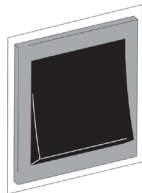

Abb. 6
5. Den Ein/Aus / Funktionswahlschalter auf AA (luftunterstütztes Spritzen) oder ON stellen (Abb. 6).